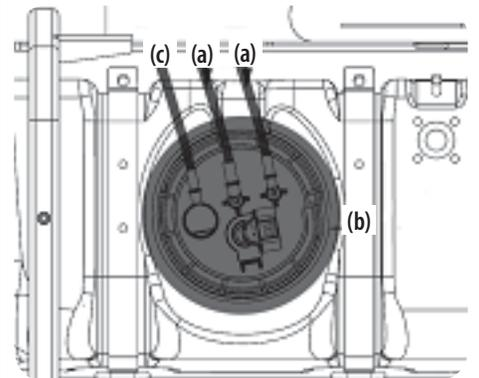

Figure 5-31
3. Deux conduits principaux (a) apportent du carburant au filtre principal (b) et un conduit principal (c) fait sortir le carburant du filtre (b). Voir Figure 5-31.